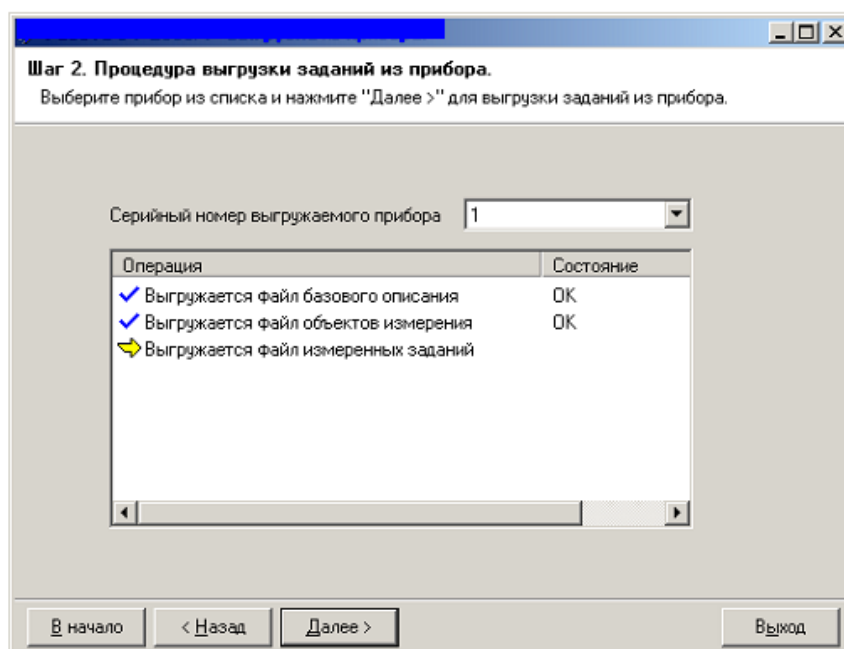

Рис. 14. Выгрузка данных из прибора.
3. В появившемся окне **"Выгрузка данных из прибора"** (рис.14) нажать кнопку **"Далее >"**.